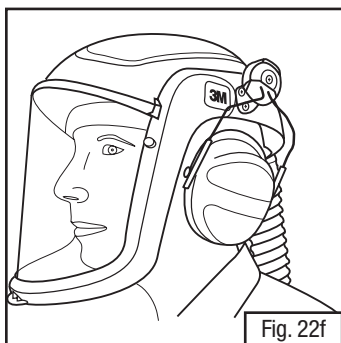

Fig. 22f
- **Usage (Uso):** Quando em uso, a fiação (arames) devem ser empurradas totalmente para dentro na direção de sua cabeça até escutar um “click” (Fig. 22f). Os protetores de espuma das conchas devem envolver completamente as orelhas e vedar firmemente contra a cabeça. Para o melhor desempenho para atenuar os ruídos, puxe o cabelo para trás por debaixo das orelhas, de modo a que as conchas fiquem bem juntas à cabeça.